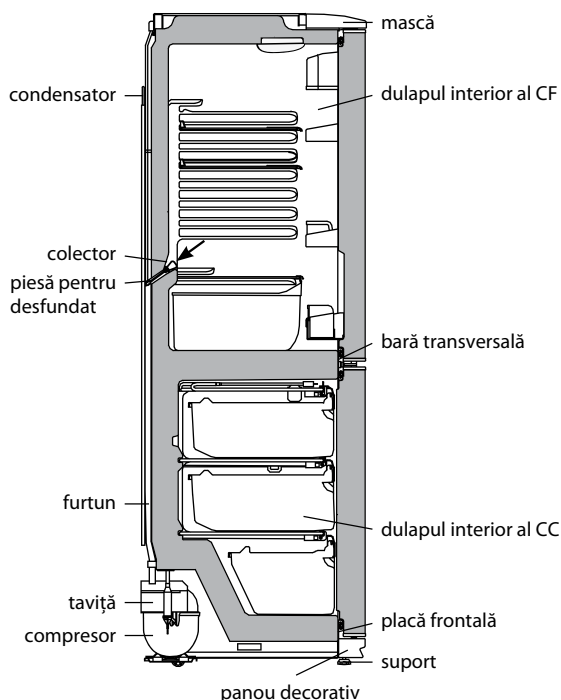

Figura 5 — Schema scurgerii apei rezultate în urma topirii din CF
apare pe peretele din spate a CF, după deconectarea compresorului care lucrează în ciclu, se topește și se transformă în picături de apă. Picăturile de apă rezultată în urma topirii se scurg în colector, apoi prin gaura acestuia și prin furtun - în taviță de pe compresor, în conformitate cu figura 5 și se evaporă. Gaura colectorului este dotată cu o piesă pentru prevenirea înfundării sistemului de drenaj.
Prezența apei în colector indică înfundarea sistemului de drenaj. Pentru eliminarea înfundării folosiți piesa corespunzătoare și curățați gaura colectorului, astfel ca apa să se scurgă liber în taviță, apoi spălați piesa și instalați-o în conformitate cu figura 5.
**SE INTERZICE** să utilizați frigiderul cu sistemul de scurgere înfundat. Apa care a apărut la baza CF sau care a ajuns în locul de alăturare a barei transversale și a dulapului interior al CF, în conformitate cu figura 5, poate provoca coroziunea dulapului exterior al frigiderului și elementelor agregatului frigorific, defectarea izolației termice, formarea crăpăturilor dulapului interior și defecțiunea frigiderului.
**SE INTERZICE** dezghețarea CC fără utilizarea elementului pentru drenare. Apa rezultată în urma topirii care se scurge din cameră afară de elementul pentru drenare, pătrunzând în locul de alăturare a plăcii frontale la dulapul interior în conformitate cu figura 5, poate provoca coroziunea dulapului exterior al congelatorului și a elementelor agregatului frigorific, defectarea izolației termice, formarea crăpăturilor dulapului interior și defecțiunea dulapului frigiderului.